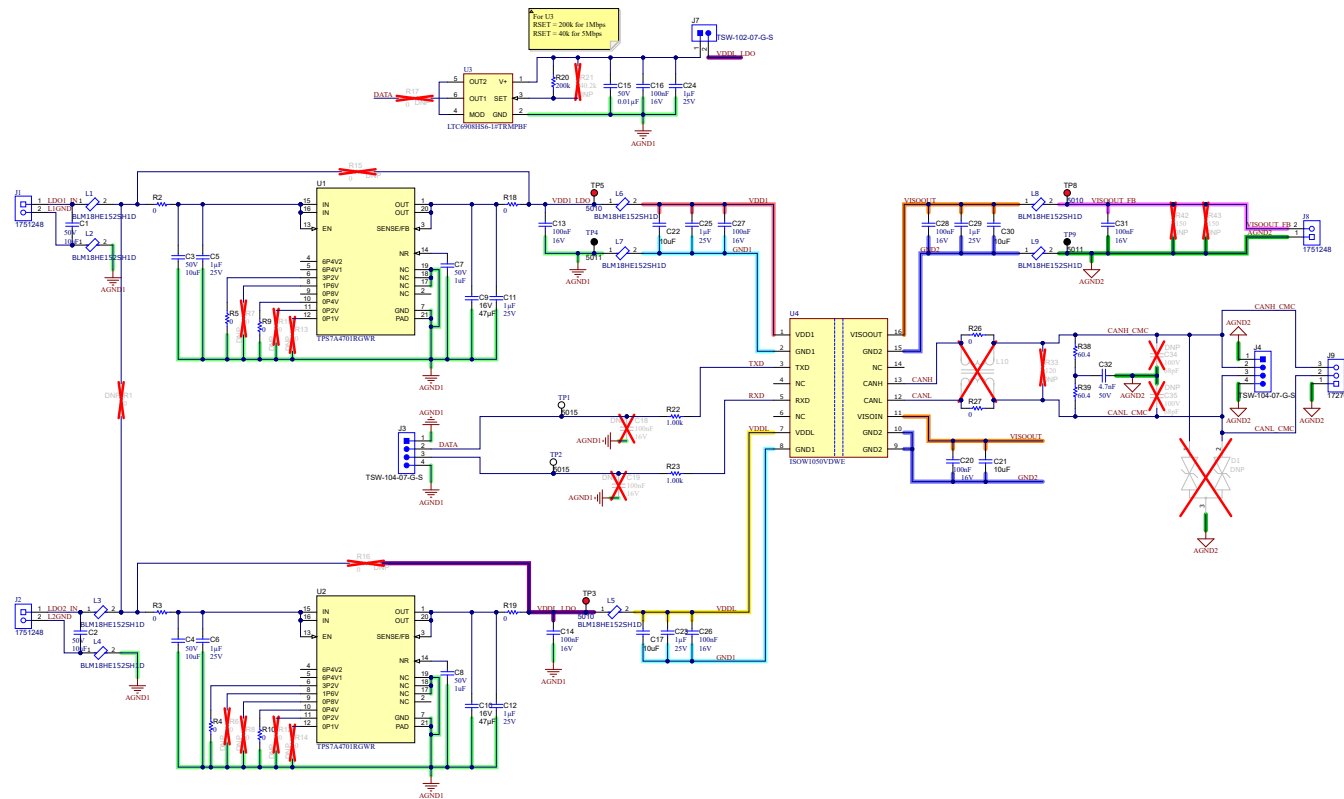

図 3-1. ISOW1050DWEEVM の回路図
ISOW1050DWEEVM の設計は、16 ピン WB SOIC パッケージ (DWE-16) の ISOW1050(V) のどのタイプにも対応できます。16 ピン WB SOIC パッケージ (DWE-16) の ISOW1050 デバイスのどれを評価する場合でも、取り付けられた ISOW1050V を ISOW1050DWEEVM 基板上の ISOW1050 に置き換えてください。ピン 7 は V 以外のデバイスでは NC であるため、ISOW1050 デバイスに対して他の部品を変更する必要はありません。図 3-1 に、ISOW1050DWEEVM の回路図を示します。